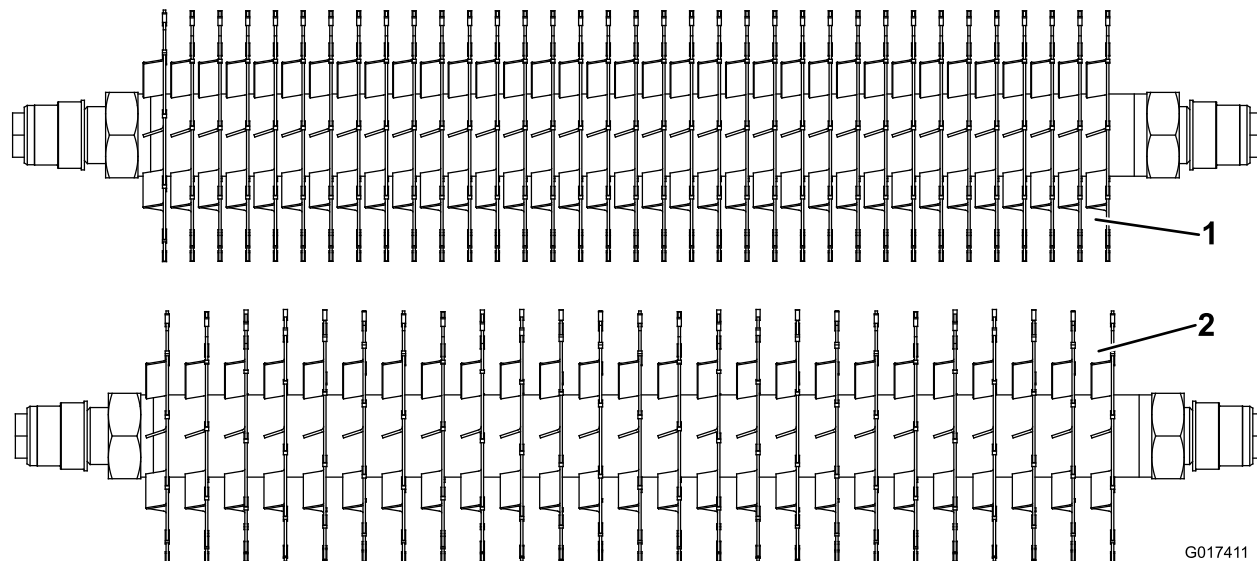

Figure 13
de 1,25 cm (0,50"), il vous faut (34) entretoises supplémentaires, réf. 17-1580 et (10) lames au carbure supplémentaires, réf. 106-6355 ou bien (10) lames ordinaires supplémentaires, réf. 17-1590 (Figure 13).